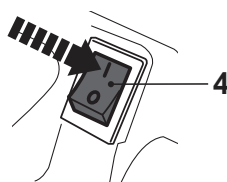

Fig. 26
2. Avant de lancer le moteur, assurez-vous que la chaîne (6) n'est pas en contact avec quoi que ce soit.
3. Mettez l'interrupteur (4) sur "I" (marche) (Fig. 26).